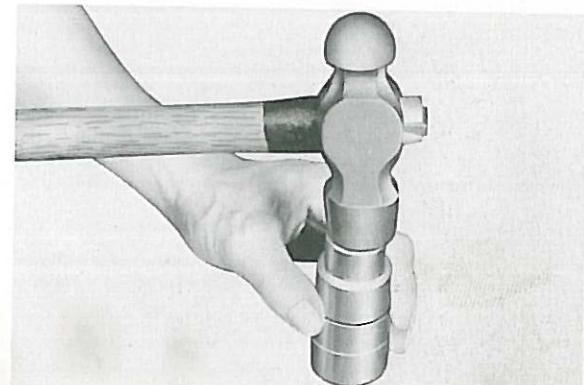

Fig. 5-6-6
6. Insert new seal with "open" side down using large socket and hammer. (Fig. 5-6-6)
6. Chasser la bague neuve côté "ouvert" en bas, à l'aide d'une douille de diamètre approprié et d'un marteau. (Fig. 5-6-6)
6. Neur Dichtung mit der "offenen" Seite nach unten einbauen; dazu eine große Hülse und einen Hammer verwenden. (Fig. 5-6-6)